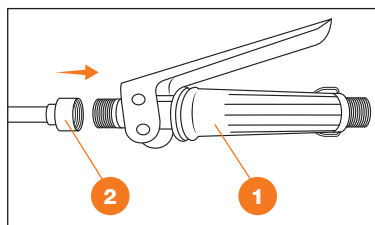

Рис. 9
3. Присоедините телескопическую штангу **2** к рукоятке управления **1** и зафиксируйте её (Рис. 9).